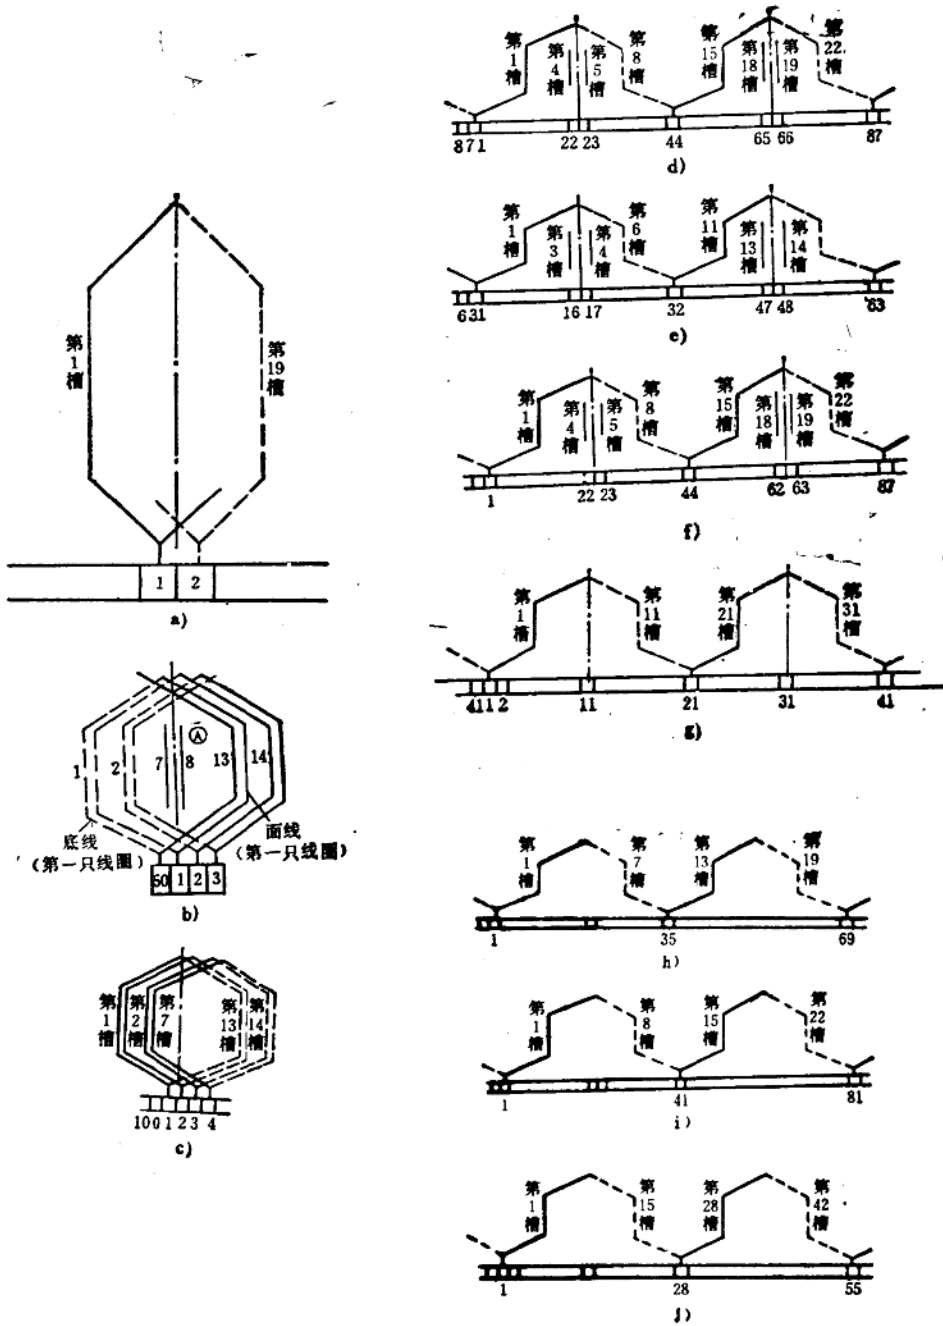

图17-1-19 直流弧焊机绕组组的接线图
7) 直流弧焊机电枢绕组的接线 如图17-1-19所示,它的技术数据列于表17-1-6和表17-1-7。